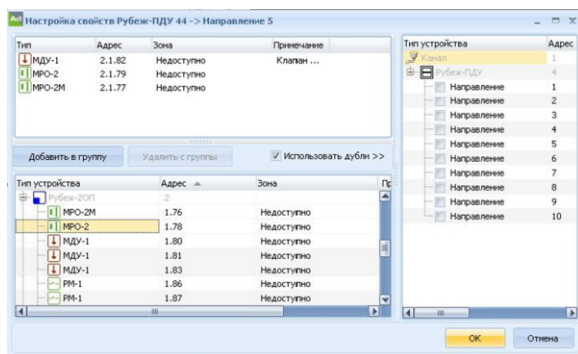

Рисунок 5
- В открывшемся дополнительном поле (рисунок 5) можно выбрать направления, которые будут использоваться как дубли.